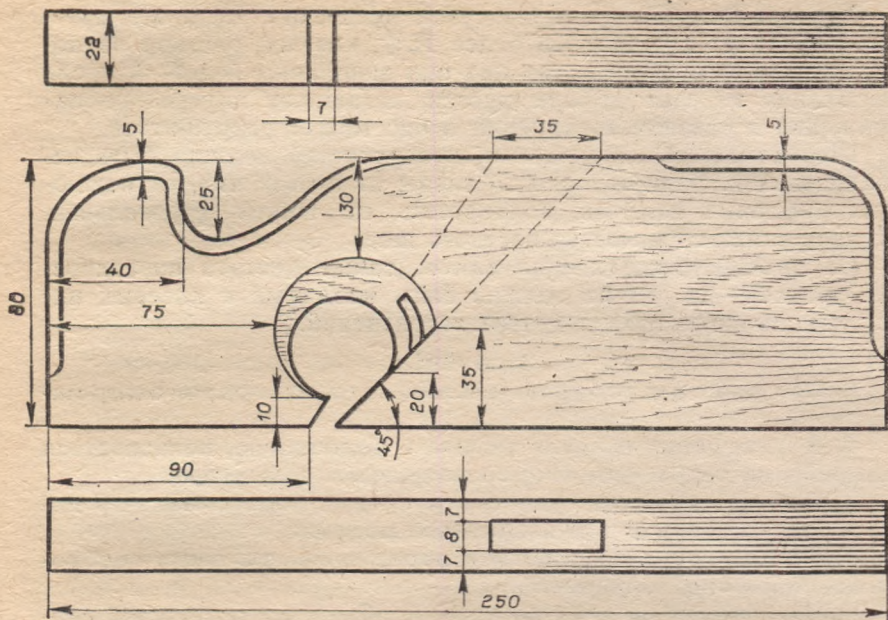

Рис. 148. Колодка зензубеля.
2. Разметить колодку с припуском, выпилить и выстрогать под размер (рис. 148).